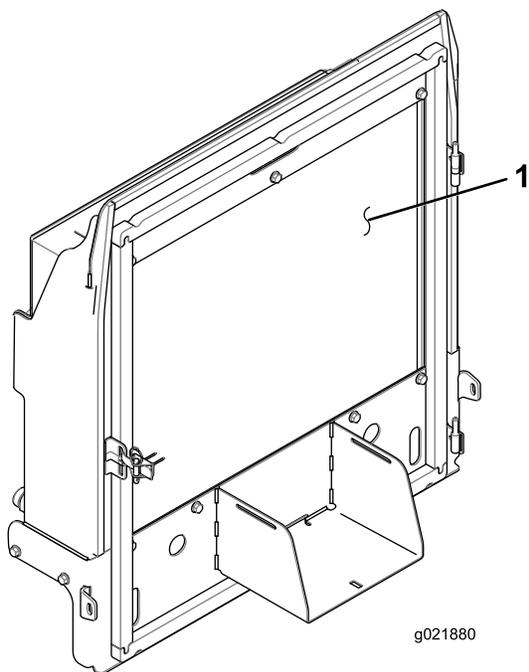

Figure 83
- Nettoyez soigneusement les deux côtés du radiateur/refroidisseur d'huile à l'air comprimé (Figure 83).